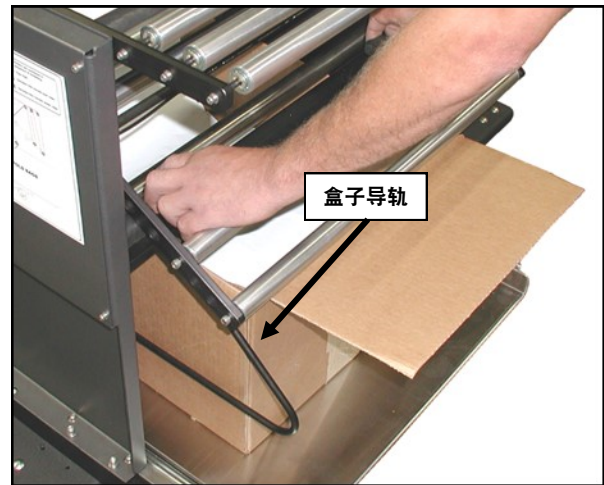

图 2-4D. 盒子导轨
4. 将托盘滑入向前的位置。松开两根盒子导轨上的旋钮，并将两根导轨向内滑动相同的距离，直到它们将盒子夹住。图 2-4D。